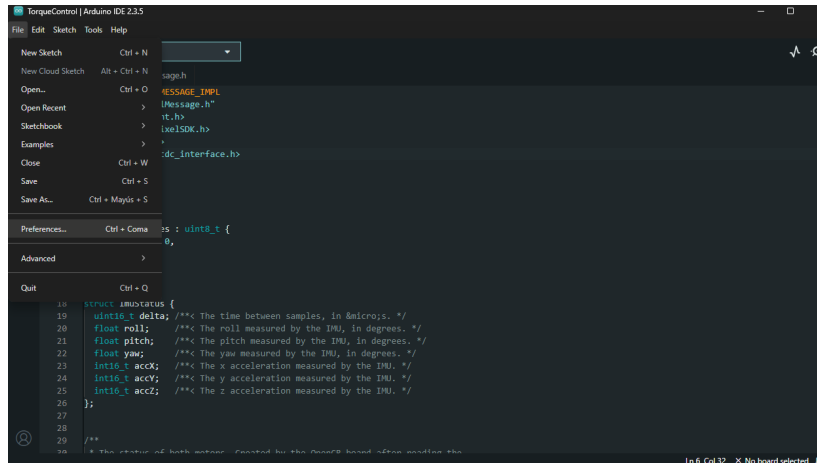

Figura 12: Preferencias
2. Abrir Arduino IDE y ir a **File** → **Preferences**. ver Figura 12